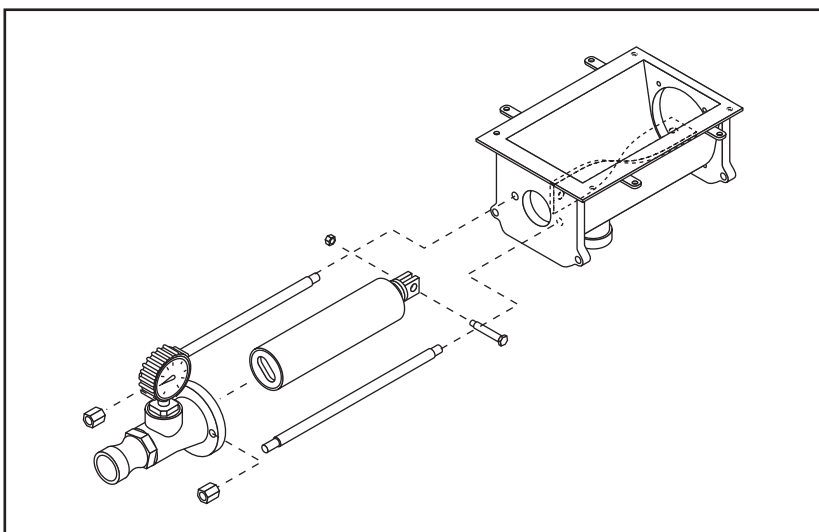

FIG.27
- Quite el colector de impulsión de material, aflojando los tornillos de fijación de los tirantes con la llave proporcionada (FIG.27).